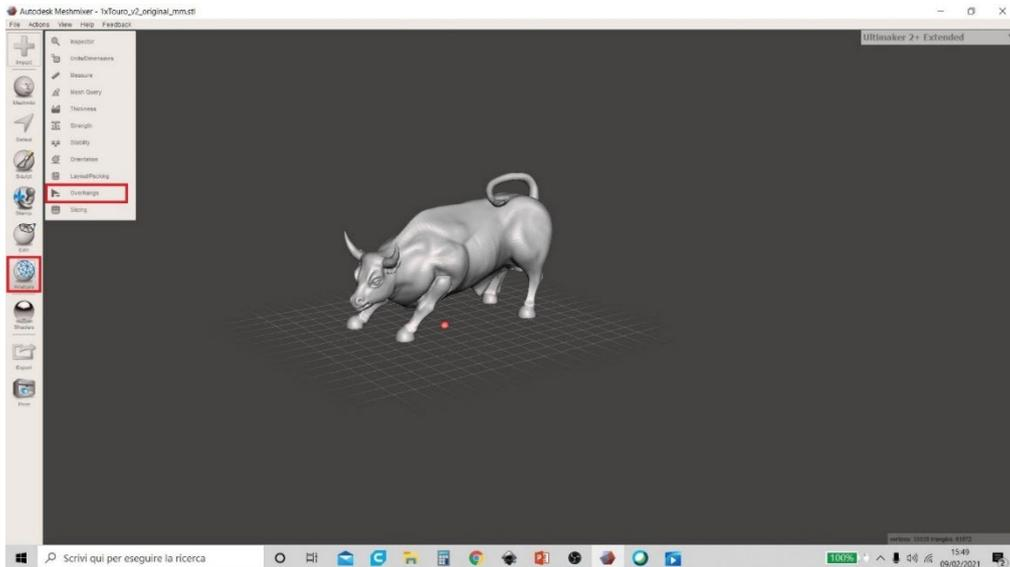

Figura 27 Meshmixer
2. Una vez cargado el modelo, haga clic en el menú "Análisis" (a la izquierda como se muestra en la Figura 27 Meshmixer) y elija la función "Voladizos". Esta función permite generar una vista previa de las partes críticas del modelo donde será necesario insertar el soporte.